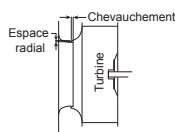

Figure 5
6. Faire tourner la turbine à la main pour vérifier qu'elle ne frotte pas et qu'elle tourne librement. Voir les dimensions correctes de chevauchement et d'espace radial dans le tableau de la Figure 5.